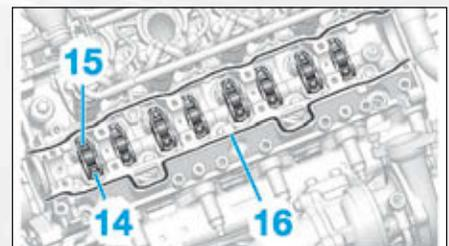

FIG.56
- Les poussoirs hydrauliques (14) (Fig.56),
- Les linguets à rouleaux (15).
- Appliquer un cordon de pâte d'étanchéité en (16) sur le pourtour des plans de joint.